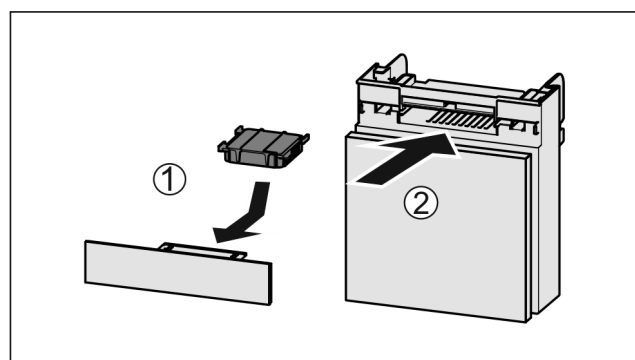

Fig. 157
- ▶ 按图装入 Fig. 157 (1) 活性炭过滤器。
- ▶ 推入 Fig. 157 (2) 抽屉。